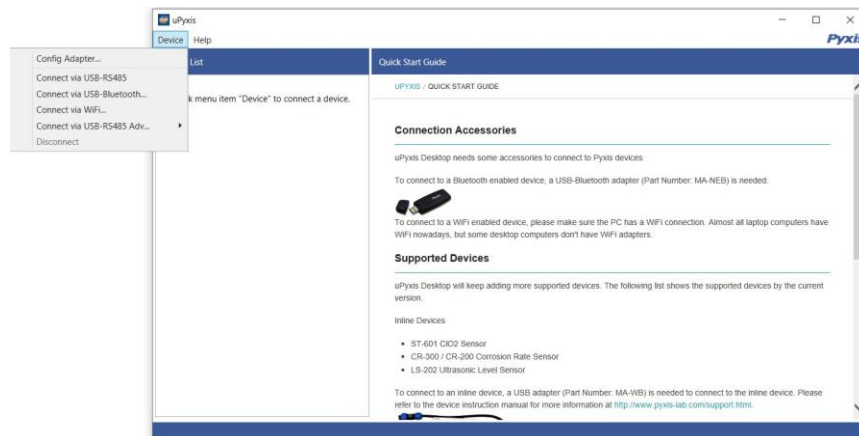

Figura 50.
4. En la aplicación **uPyxis® Desktop**, haga clic en Dispositivo → **Conectar vía USB-Bluetooth** (Figura 50).
5. Si la conexión tiene éxito, el SP-710B y su número de serie (SN) aparecerán en el panel izquierdo de la ventana de **uPyxis®**.